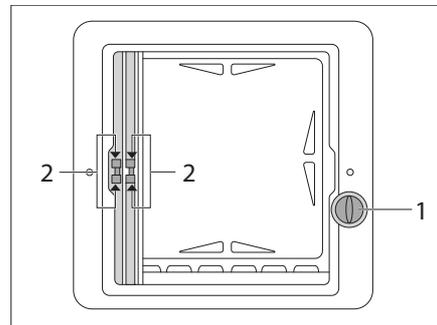

Bild 24 Verdunklung (Abb. ähnlich)
■ Drehgriff (Bild 24,1) drehen, bis der gewünschte Aufstellwinkel erreicht ist.
Dachhaube schließen: ■ Drehgriff (Bild 24,1) drehen, bis die Dachhaube dicht verschlossen ist.
Fliegenschutz- und Verdunklungsrollo verschieben: ■ Beide Griffe (Bild 24,2) des jeweiligen Rollos zusammendrücken.